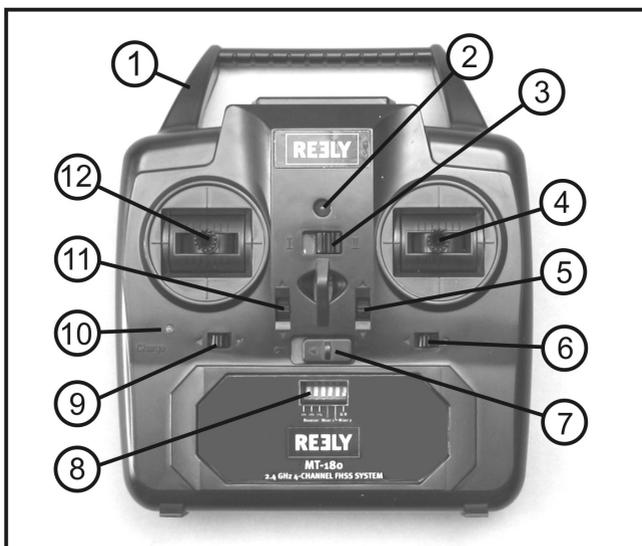

Figura 1
Con l'ausilio del commutatore di modalità (vedere anche figura 1, pos. 3) è possibile azionare il telecomando in modalità 1 o in modalità 2. Spostando il commutatore verso sinistra, si attiva la modalità 1. Spostando il commutatore verso destra, si attiva la modalità 2.
Per questa ragione è necessario portare lo stick di controllo della funzione motore in posizione centrale prima di azionare il commutatore di modalità (figura 1, pos. 3). Per evitare che il motore dell'aeromodello si metta accidentalmente in funzione, durante la commutazione di modalità il trasmettitore e il modello non devono essere in funzione.
Dopo aver inserito le nuove batterie nel trasmettitore, accendere il trasmettitore con l'interruttore di funzionamento per eseguire un test diagnostico (vedere figura 1, pos. 7) spostando l'interruttore dalla posizione „OFF“ a destra nella posizione „ON“ a sinistra.
Se l'alimentazione di tensione è corretta, la spia luminosa di funzionamento rossa si illumina (vedere figura 1, pos. 2) e il trasmettitore emette un breve segnale acustico.
Anche se il sistema elettronico di ricezione dell'aeromodello prevede un collegamento di protezione incorporato, che impedisce l'avvio accidentale del motore, prima di ogni messa in funzione del trasmettitore è necessario accertarsi che lo stick di controllo del motore (vedere figura 1, pos. 4 o 12, a seconda della modalità impostata) sia nella posizione „Motore spento“. A questo scopo spingere del tutto in basso lo stick di controllo del motore ovvero tirarlo completamente a sé.
Se l'accumulatore è stato inserito correttamente nel vano di carica e il connettore a spina dell'accumulatore (4) ha contatto con il vano di carica, la spia luminosa di carica si illumina (vedere figura 1, pos. 10) segnalando che il processo di carica è in corso.